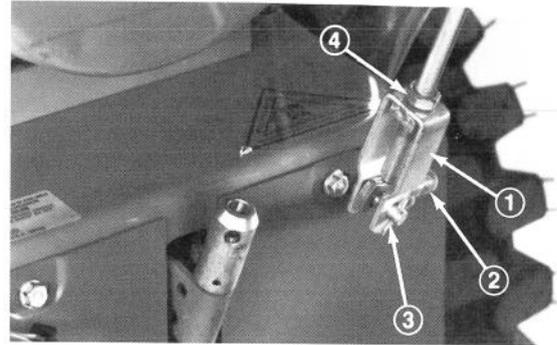

Abb. 7
2. Den Gabelkopf (Abb. 7) am Ende des Räumwerk-Kupplungsgestänges so verdrehen, dass sich die Bohrungen in der Gabel und abgewinkelten Stange decken. Dann den Gabelbolzen durch die Gabel und abgewinkelte Stange schieben und mit dem Splint sichern (Abb. 7).
3. Die Kontermutter gut gegen den Gabelkopf festziehen (Abb. 7).